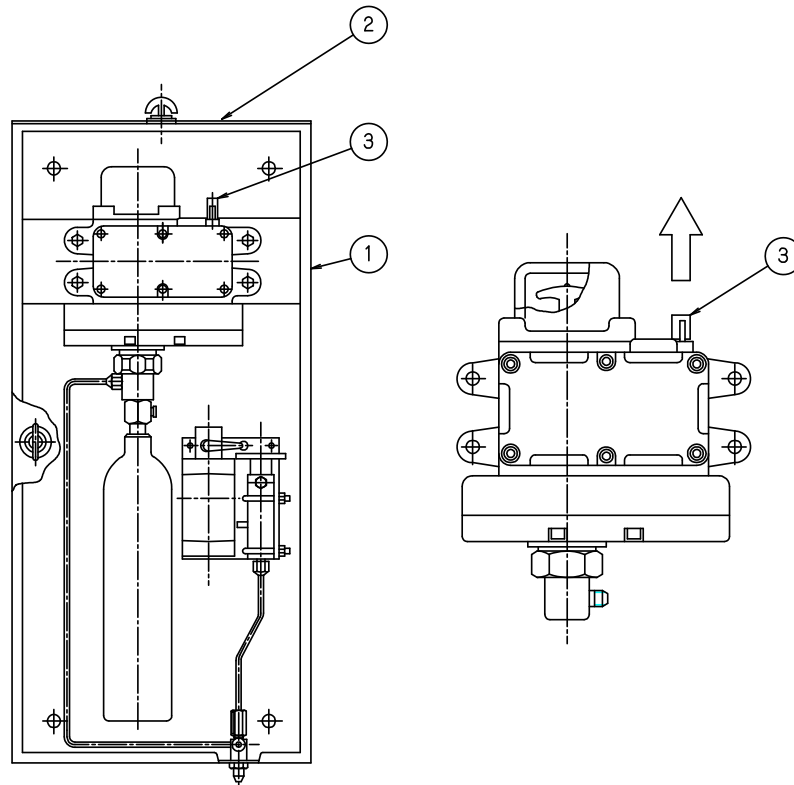

図 2. 起動装置格納箱の操作要領図
（図 2 を参照してください。）
- 2) 装置内の手動引釦（図 2 の③）に封印が施されていることを確認してください。